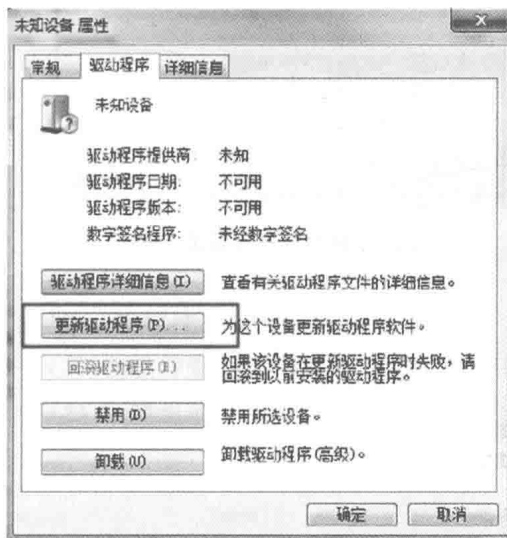

图 2-17 更新驱动程序
(3) 双击打开“未知设备”，或者在“未知设备”上右击，点击属性→驱动程序→更新驱动程序，如图 2-17 所示。